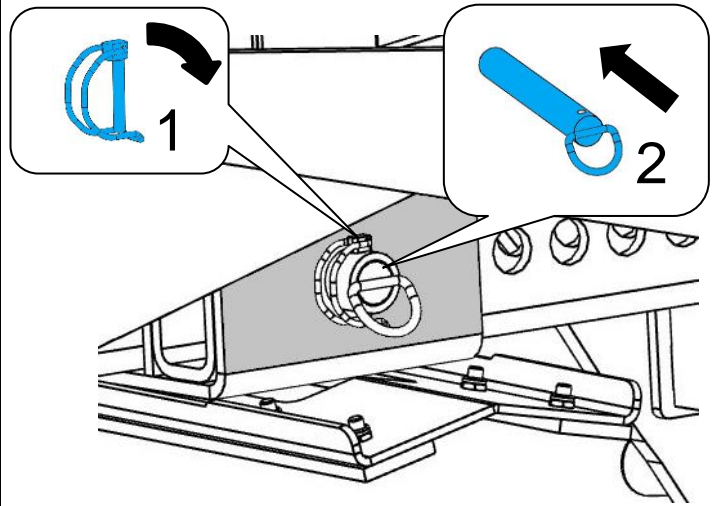

Abb. 4
5. Steckbolzen (2) wieder einsetzen (Abb. 4)
6. Klappsplint (1) wieder montieren (Abb. 4)